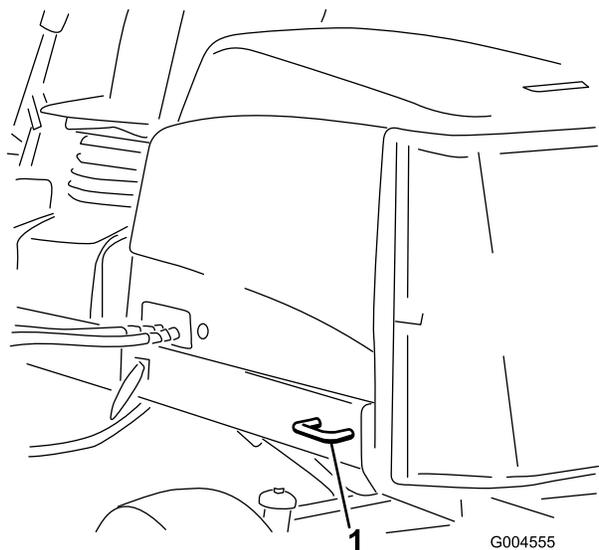

Figure 45
- Arrière – chaque côté de la machine sur le cadre arrière (Figure 45).